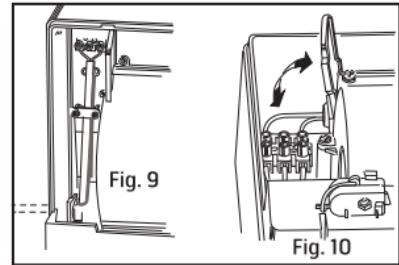
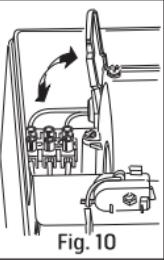

Fig. 9
Fig. 10
5. Elanslutning måste utföras av auktoriserad installatör i enlighet med kopplingsschemat, fig. 3a/3b. Anslutning görs i anslutningsplisten på fläktens bakre plåt, fig. 10. Ström-kabeln förs in i hål på baksidan, fig. 9, eller in från sidan vid samma hål där plasten är tunnare för håltagning.